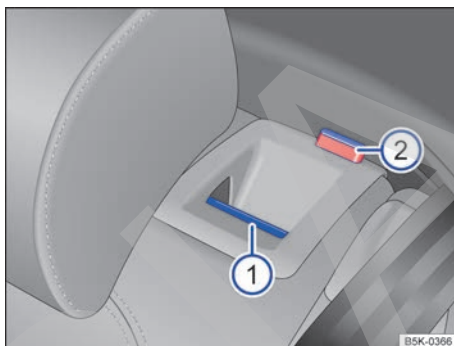

Fig. 95 En el respaldo del asiento trasero: tecla de desbloqueo.
- Tire de la tecla de desbloqueo → fig. 95 ① hacia delante. La parte desbloqueada del respaldo se abate automáticamente hacia delante.
El respaldo del asiento está desbloqueado cuando se ve una marca roja → fig. 95 ②.
La marca roja → fig. 95 ② deberá dejar de verse.
- Una marca roja → fig. 95 ② indica que el respaldo del asiento trasero no está encastrado. Compruebe siempre que la marca roja no esté nunca visible cuando el respaldo se encuentre en posición vertical.